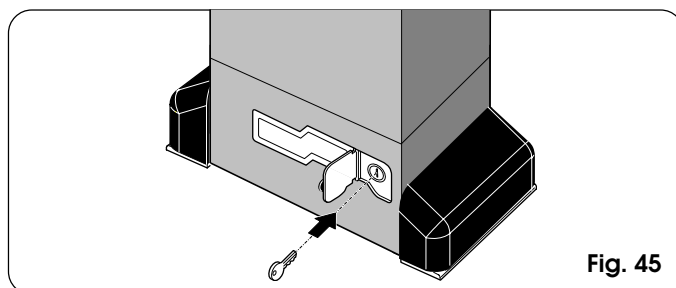

Fig. 45
- 1) Open het beschermddeurtje en steek de speciale, bijgeleverde sleutel in het slot (fig. 45).